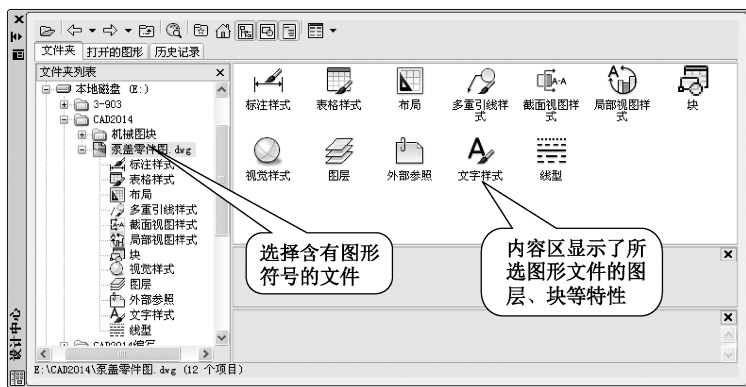

图 6-54 “设计中心”窗口
(1) 单击“视图”选项卡下“选项板”面板中的“设计中心”按钮, 弹出“设计中心”窗口。
(2) 在“设计中心”树状视图窗口中, 找到含有图形符号的文件(如本实例中选择了名为“泵盖零件图”的文件), 如图 6-54 所示。
通过“设计中心”窗口还可以调用图形文件的图层、标注样式、文字样式、线型等(即图 6-54 内容区显示的部分), 调用方法与调用块的方法相同。
执行上述命令后，弹出“设计中心”窗口，如图 6-54 所示，其上有 3 个选项卡。
① “文件夹”选项卡：显示设计中心的资源，如图 6-54 所示。单击树状视图中的项目，在内容区将显示其内容。单击“加号（+）”或“减号（-）”按钮可以显示或隐藏层次结构中的其他层次。
- (1) 单击“视图”选项卡下“选项板”面板中的“设计中心”按钮，弹出如图 6-54 所示的“设计中心”窗口。